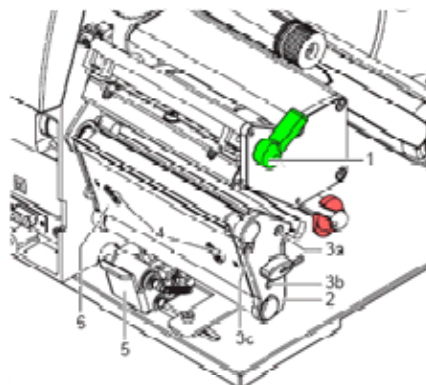

Figura 5
1. Extraer de los ejes (9, 10) de la carcasa el cilindro de presión (7) y el cilindro distribuidor (8).
3. Colocar el cilindro de presión (7) y el cilindro distribuidor (8) en los respectivos ejes y girarlos ligeramente hasta que el hexagonal del eje encaje en el hexagonal interno del cilindro.
4. Colocar la placa de apoyo (2, Figura 5), fijarla con los tornillos (3a, b, c, Figura 5) y apretar éstos en la secuencia a-b-c.
5. 6. Colocar el borde distribuidor (6, Figura 5) y apretar los tornillos (4, Figura 5) con la llave hexagonal.